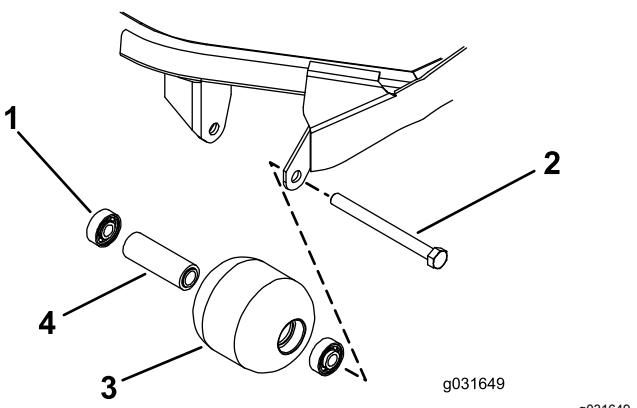

Рисунок 71
- Снимите болт крепления валика (Рисунок 71).
4. Осмотрите корпус, подшипники и распорную втулку подшипника валика на наличие повреждений (Рисунок 71).
1. Нажимая только на наружное кольцо или с одинаковым усилием на внутреннее и наружное кольцо, запрессуйте первый подшипник в корпус валика (Рисунок 71).
2. Вставьте втулку подшипника (Рисунок 71).
3. Нажимая только на наружное кольцо или с одинаковым усилием на внутреннее и наружное кольцо, запрессуйте второй подшипник в корпус валика до его контакта с распорной втулкой (Рисунок 71).